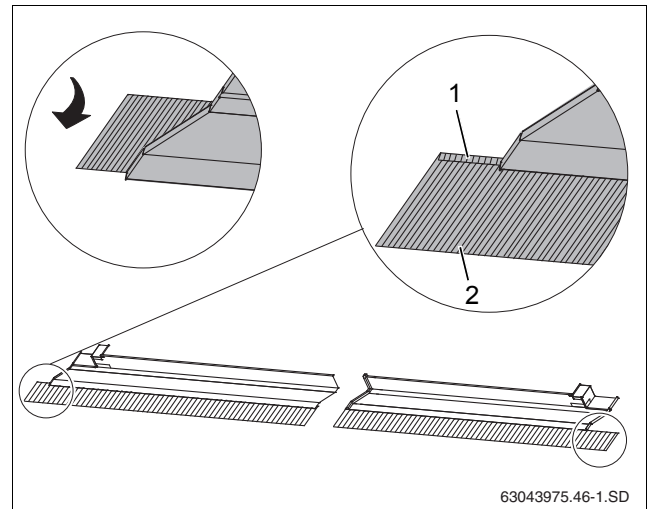

Рис. 42 Укладка свинцовых фартуков
- ▶ Загните вперед свинцовые фартуки всех накладных листов (рис. 42, [2]).
- ▶ Загните также вперед концы крайних накладных листов вверх (рис. 42, [1]).